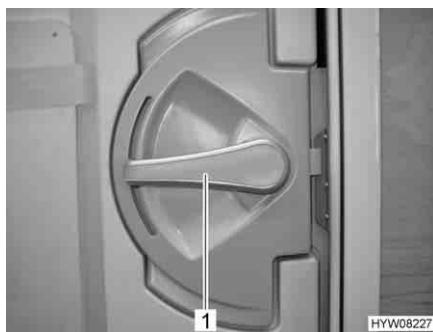

Fig. 30 Serrure de la porte cellule, à l'intérieur
- Appuyer sur la poignée de la porte (Fig. 30,1) vers le bas.
- Tourner la poignée de la porte (Fig. 30,1) d'env. 45° vers le haut et la laisser dans cette position.